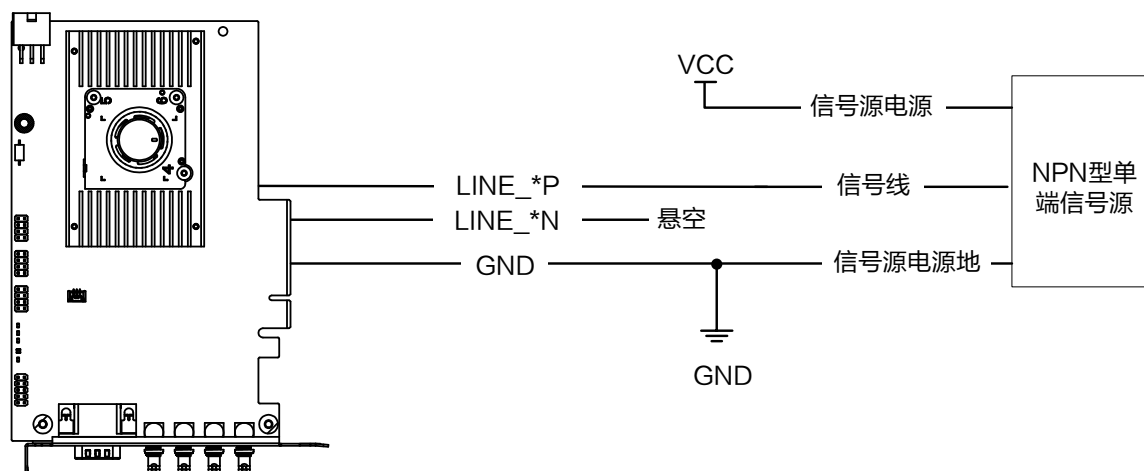
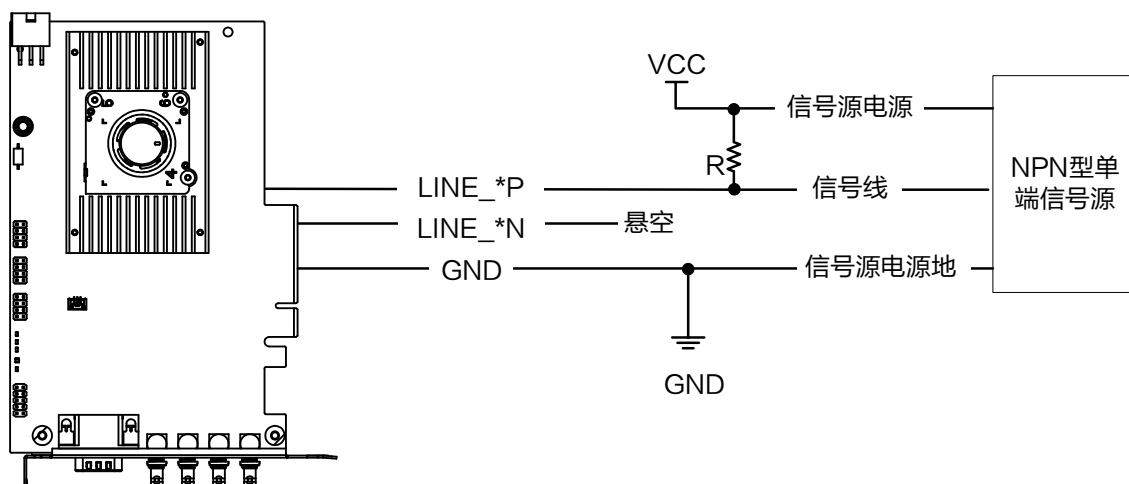

图5-6 NPN 单端输入接线（无需上拉电阻）
图5-7 NPN 单端输入接线（需上拉电阻）
- NPN 型单端信号源提供信号源时，有两种不同的接法，如图5-6和图5-7所示，其中图5-7接线图中上拉电阻阻值范围为 $1 \sim 10\text{ K}\Omega$ 。